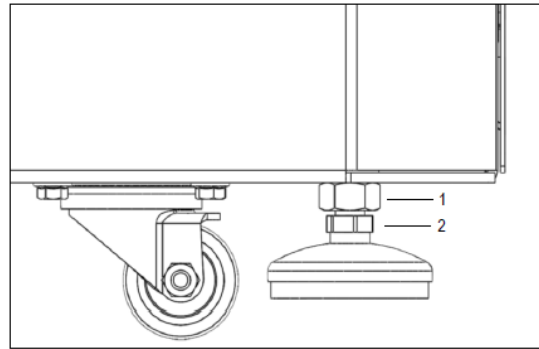

Abbildung 3
- Nur FC5917RF und FC5917RF Short: Die Zentrifuge an den vorgesehenen Platz stellen. Schrauben Sie die Kontermutter (1) mit einem Gabelschlüssel AF M16 ab (siehe **Abbildung 3**). Drehen Sie die Gerätefüße (2) mit einem Maulschlüssel AF M13 nach unten, bis sie fest auf dem Boden stehen. Nun muss die Zentrifuge mit Hilfe der vier Gerätefüße waagrecht ausgerichtet werden. Montieren Sie dazu den zugehörigen Rotor auf die Motorwelle und legen Sie eine Wasserwaage darauf. Nachdem Sie die Gerätefüße nivelliert haben, ziehen Sie die Kontermutter fest. Die Rollen sollten den Boden nicht mehr berühren.